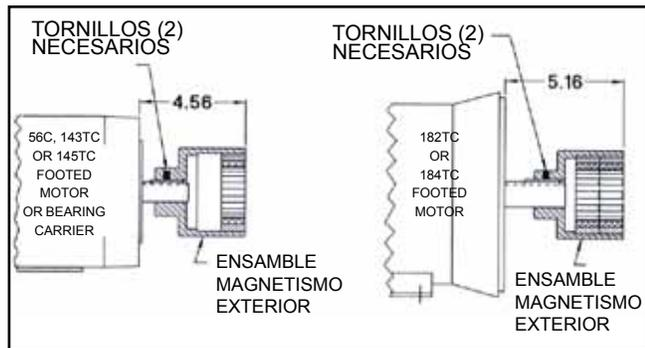
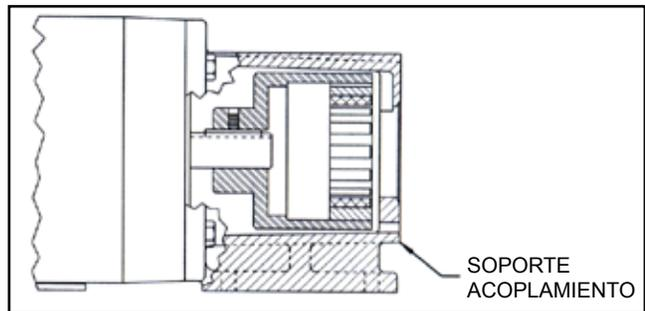

FIGURA 27
FIGURA 28
**Siga estrictamente estas instrucciones para evitar daños personales o a la bomba. Tenga el cuidado de dejar los imanes interior y exterior a una distancia de (1) pie al menos hasta el paso 5. No enganche los imanes de ninguna otra forma.**
1. Compruebe si los imanes tienen algún objeto metálico sujeto. Retire cualquier material extraño. Coloque el magnetismo exterior según dimensión (Ver Figura 27). Aplique Loctite y apriete los tornillos en el motor o en la llave del porta cojinete y el eje.
2. Monte el soporte de acoplamiento en el motor (o porta cojinete) y sujete con 4 tornillos (Figura 28). Introdúzcalo y gire los imanes a mano para asegurarse que no hay interferencia. Si se produce deslizamiento, compruebe la dimensión en la Figura 27 o contacte con fabrica.